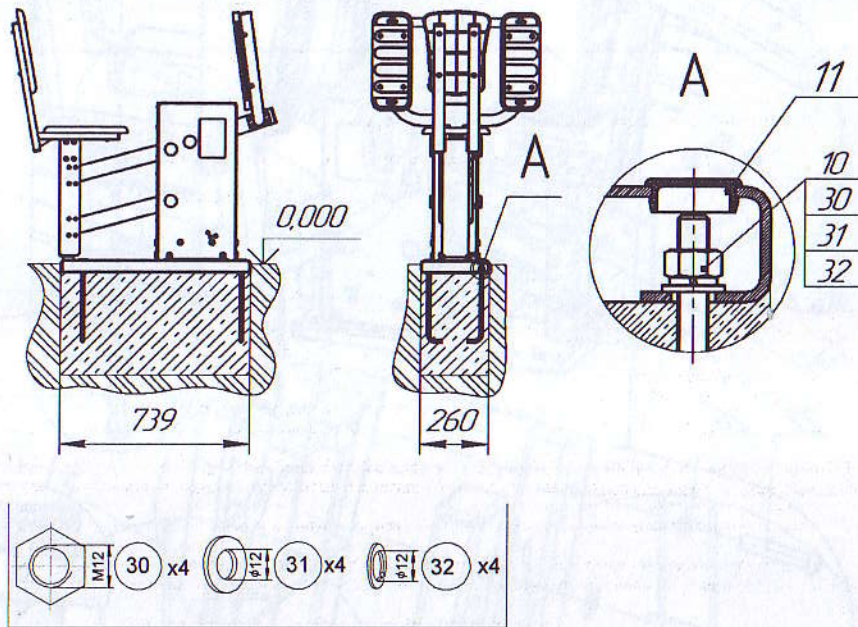

Рис.9
12.3.11 Убедиться в сухости и прочности залитого бетона. Установить тренажер на анкерные болты и закрепить с применением фиксатора резьбы, установить заглушки поз. 11 (рис.9).